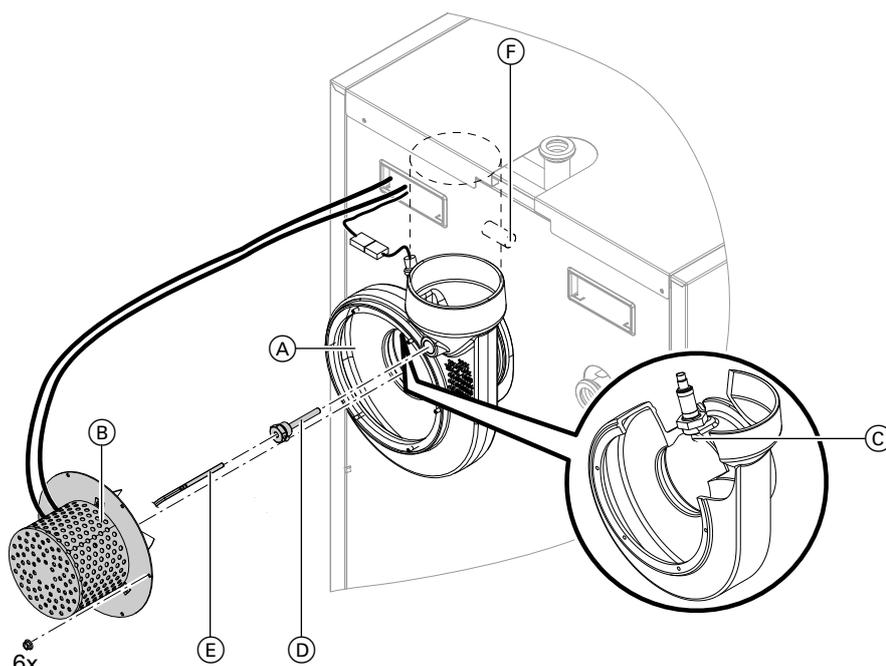

Abb. 47
Einbau- und Montage des Motors (B) mit elektrischen Leitungen: Siehe vorige Abb. 47.